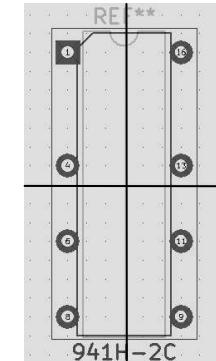

図 14-5
(4) フットプリント編集 右図 14-5
① グリッドを 1.2700mm(50.00mils) にします。
② パッド 2, 3, 5, 7, 10, 12, 14, 15 を削除します。ショートカット[Del]
③ 右ツールバー 「フットプリントのアンカー（基準点）を配置」を選択しアンカーポイントをフットプリントの中央に設定します。
④ アンカーポイントを相対座標原点(dx=0,dy=0)とします。